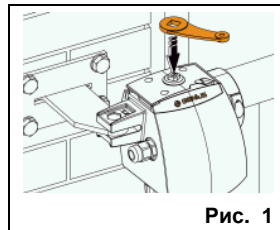

Рис. 1
2. Установить отпирающий ключ в гнездо, расположенное на верхней панели привода (рис. 1).